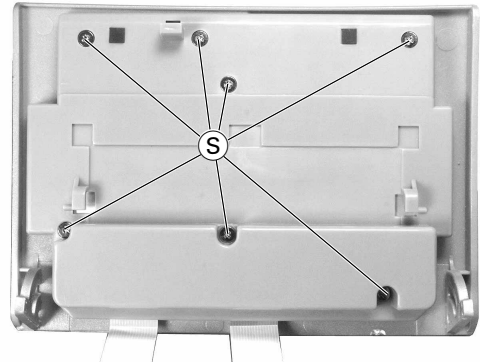

Fig. 16
- 7 Schrauben **S** (Fig. 16) heraus-schrauben.
- Undo 7 screws **S** (Fig. 16).